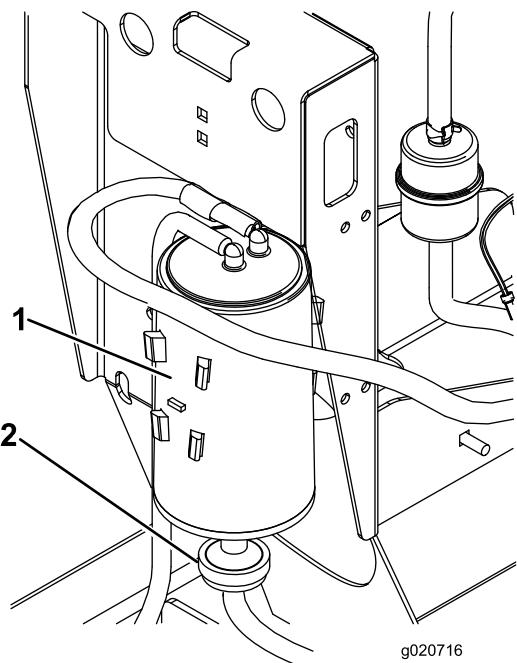

Figura 16
2. Scollegate il flessibile dal filtro dell'aria nel canister a carboni attivi (Figura 16).
3. Togliete il filtro dell'aria del canister a carboni attivi e scartatelo (Figura 16).